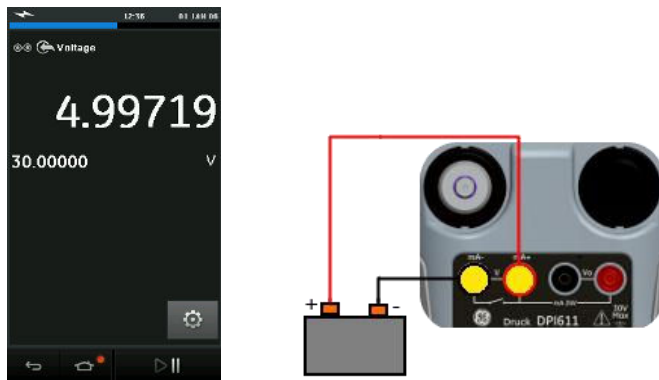

Abbildung 2-21 Messen der Gleichspannung oder DC MmV an einem elektrischen Kanal.
- *Abbildung 2-21* zeigt die Einstellung der elektrischen Kanäle, um die Gleichspannung ($\pm 30\text{ V}$) oder DC mV ($\pm 2000\text{ mV}$) zu messen.